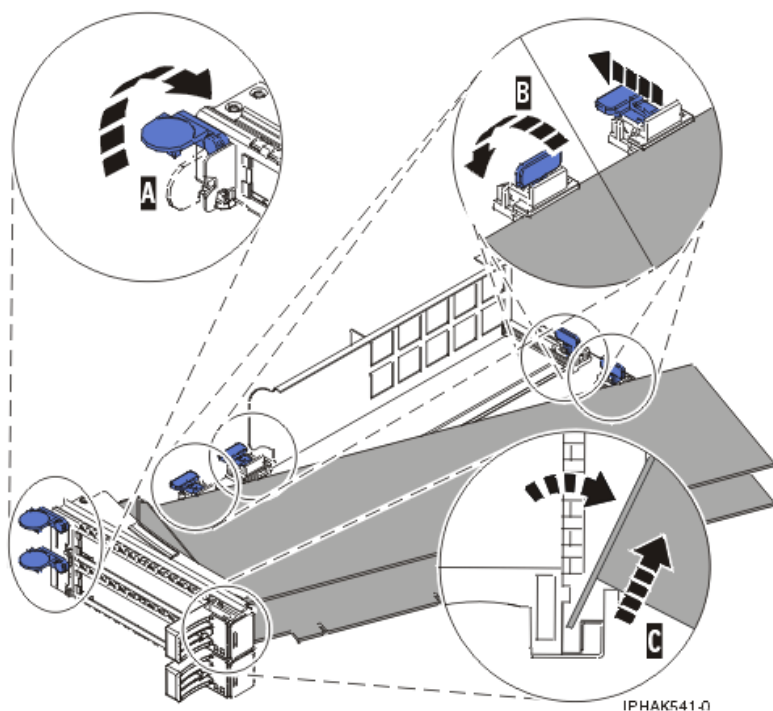

図 45. PCI アダプター・カセットから取り外されたアダプター
- d. ピボット・ピン (C) を回して外し、安全な場所に置く。
- a. 保持クリップ (A) を水平位置まで回転して、アダプター保持具をアンロックする。 69 ページの図 45を参照してください。